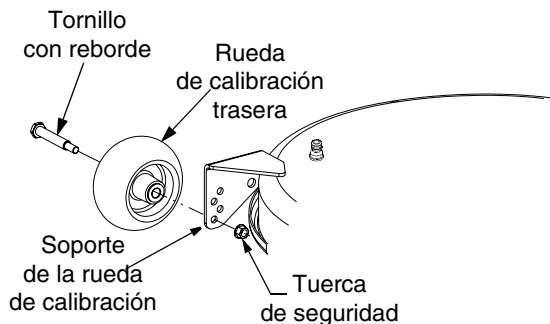

Figura 39
- Retire la tuerca de seguridad que fija uno de los tornillos con reborde de las ruedas de calibración a la plataforma. Retire la rueda de calibración y el tornillo con reborde. Vea Figura 39.